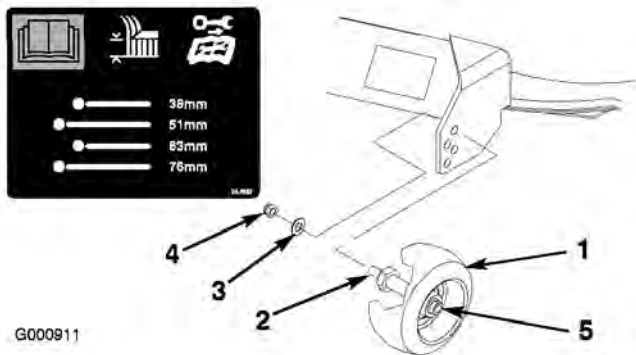

Bild 14
- A. Entfernen Sie nach dem Einstellen der Schnitthöhe die Mutter und Scheibe, während Sie den Bolzen mit einem Schraubenschlüssel festhalten (Bild 14).
Hinweis: Entfernen Sie nicht die Radmutter und Scheibe (Bild 14).
B. Wählen Sie ein Loch, bei dem die Radstelze der gewünschten Schnitthöhe so nahe wie möglich ist (Bild 14).
3. Setzen Sie die Bolzenmutter und Scheibe ein (Bild 14).